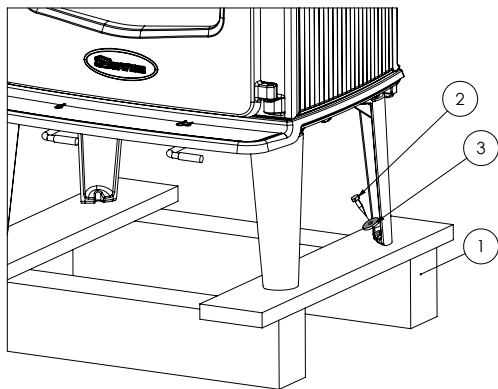

Fig. 2 Demontering fra transportpall
1. Fjern ildstedet fra transportpallen (1) som vist på fig. 2, og deretter mutterskruene (2) 4 stk.